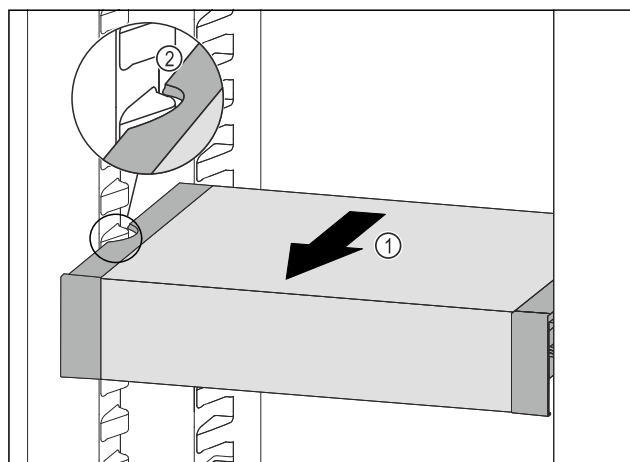

Fig. 138
- ▶ Táhněte VarioSafe dopředu Fig. 138 (1), dokud nebudou boční vybrání VarioSafe na úrovni žebrování na nádoby v chladničce. Fig. 138 (2)